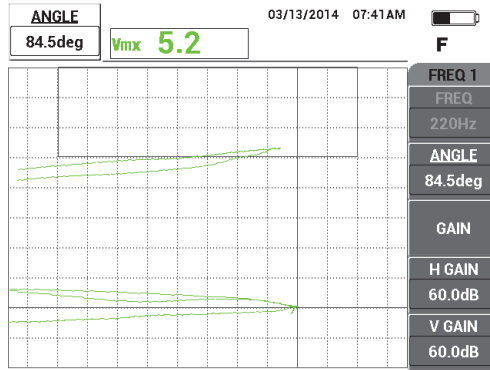

図 5-25 低いほうのリフトオフ信号をできる限り水平にする
6. 位相キー () を押し、ノブを使って低いほうのリフトオフ信号をできる限り水平に位置するように調整します (147 ページの図 5-25 を参照)。